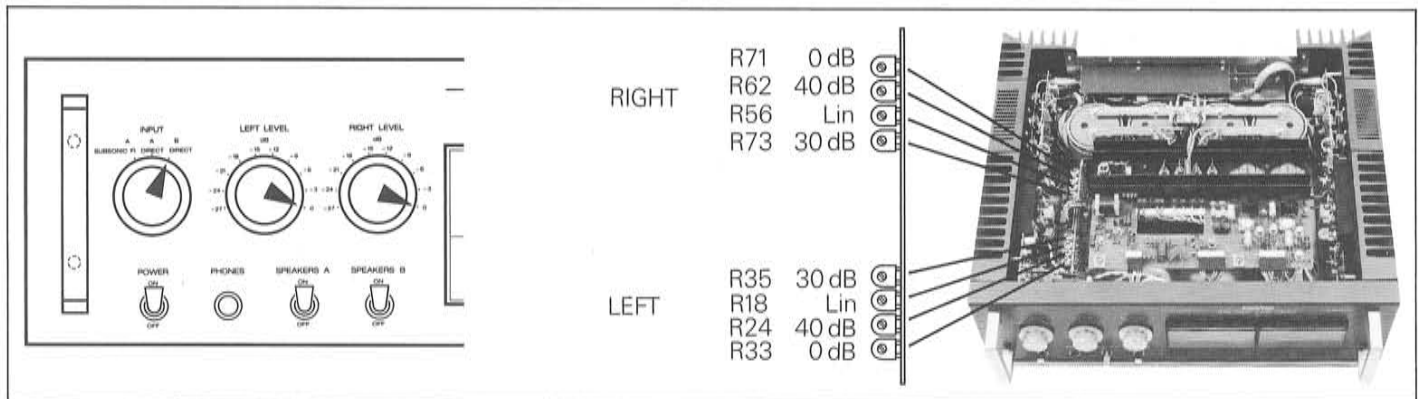

Fig. 4.4.1
- Bedienungselemente nach Fig. 4.4.1 einstellen.
- Adjust operating controls as per fig. 4.4.1.
- Organes de commande selon la fig. 4.4.1.